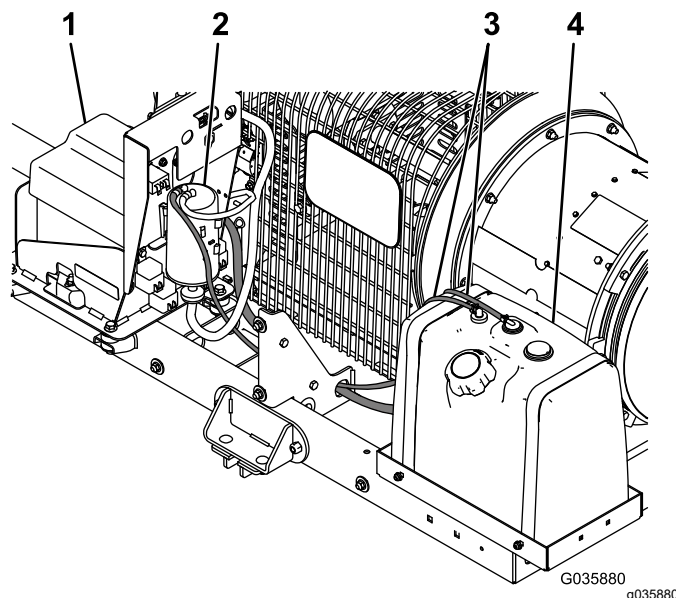

Figura 1
5. Desconecte las mangueras del depósito de combustible de la máquina y deséchelas (Figura 1).
6. Retire las fijaciones y los flejes que sujetan el depósito de combustible a la máquina y deséchelos junto con el depósito (Figura 1).
7. Desenchufe las demás mangueras del cartucho de carbón (Figura 1).
8. Retire la tapa de la batería y la batería (Figura 1); consulte el *Manual del operador*.
9. Retire y deseche el cartucho de carbón (Figura 1).